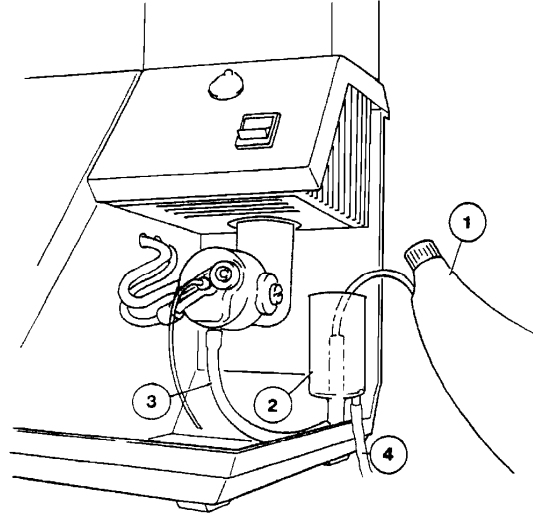

Figure 2.4 'U' 튜브 채우기
- 8 드레인 튜빙 (400 22 000) (item 4, figure 2.4) 을 **constant head & drain**의 아울렛에 장착합니다. 드레인 할 곳이 멀거나 하면, 필요시, 적절한 길이의 튜빙을 사용할 수 있습니다(제공 되지 않음).
- 9 **constant head & drain** 이 마운팅 스크류에 완전히 밀착 되었는지 확실히 합니다. deionised water로 'U'튜브를 채우기 위해 와쉬 바틀 (item 1, figure 2.4) 을 사용 합니다. 공기를 제거 하기 위해서는 충분한 물이 사용 되어야 합니다.